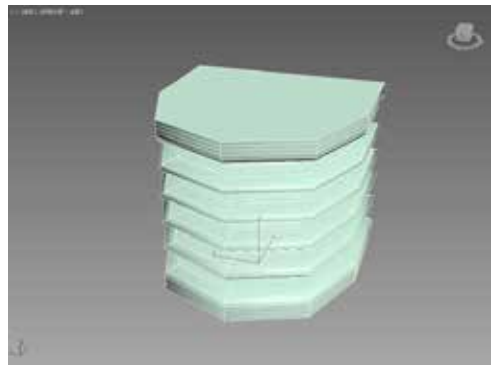

图 2-106 D 截面形状
STEP 04 单击“D 截面软管”按钮，此时，软管将更改为 D 截面形状，如图 2-106 所示。